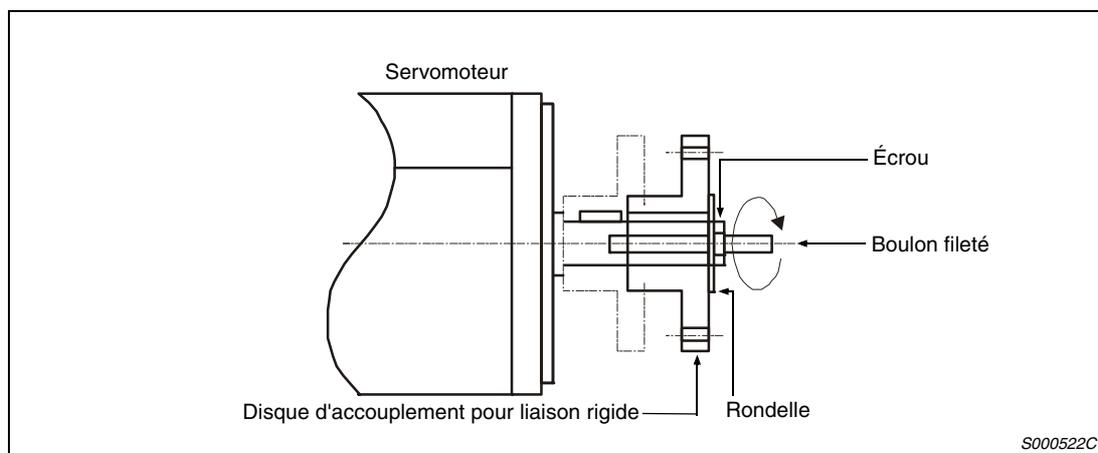

Fig. 2-5 : Montage d'une poulie à courroie
- Utilisez lors du montage d'un disque d'accouplement pour une liaison rigide avec une rainure, le taraudage à l'extrémité de l'arbre du moteur (voir figure 2-5). Vissez un boulon fileté dans l'arbre du moteur puis mettez le disque d'accouplement en place. Placez une rondelle avant le disque d'accouplement puis vissez un écrou sur le boulon fileté. Serrez l'écrou et poussez ainsi le disque d'accouplement sur l'arbre. N'utilisez en aucun cas un marteau pour les travaux de montage sur l'arbre du servomoteur.